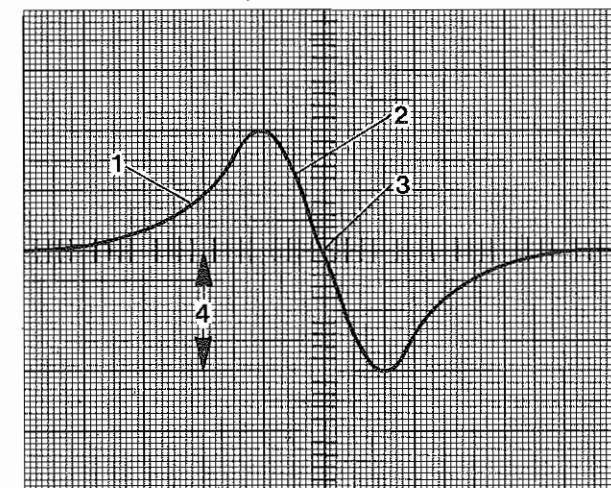

Fig. 13 - Oscillogramma nominale per distributore di accensione da 8 cilindri con trasduttore da $3,9 \text{ K}\Omega$
- Andamento: a polarità giusta, la semionda positiva inizia con una salita piatta e dopo il punto massimo cade ripida nel passaggio per zero (**Fig. 13**).
- Trend: at correct polarity, positive half-wave starts with a flat ascent. After max point rapidly falls through point zero (**Fig. 13**).